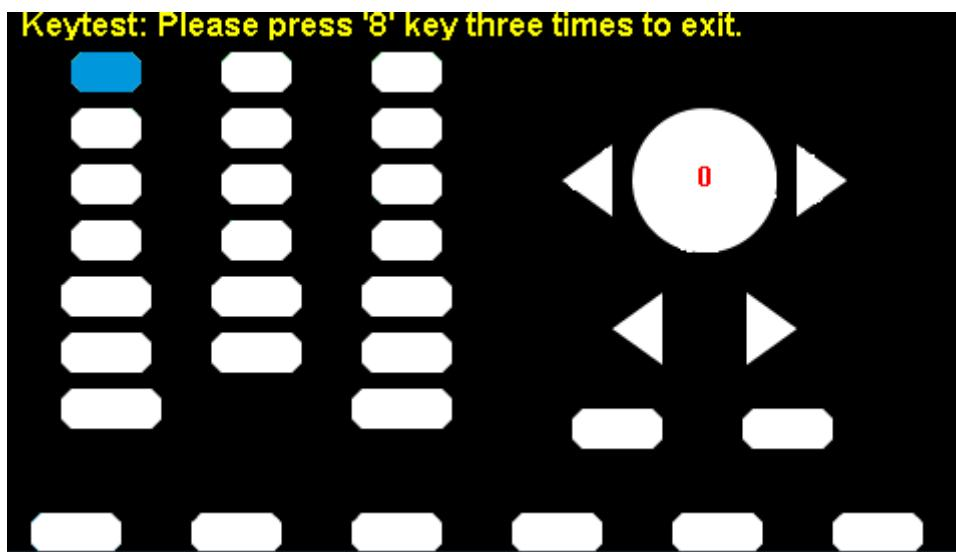

图 2-53 按键测试界面
- 屏幕上显示“Keytest: Please press ‘8’ key three times to exit.”的提示信息表示按数字按键“8”3次退出测试。如图 2-53所示：